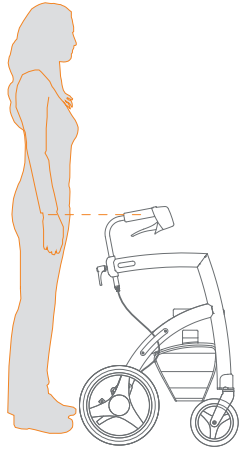

Figura 12: Determinar la altura correcta.
El ajuste correcto de la altura (**Figura 12**) es crucial para el uso óptimo del Rollz Motion. La altura puede ser ajustada entre las posiciones mínima y máxima.
- c.** Para determinar la altura correcta, párese entre las empuñaduras del Rollz Motion con los brazos suspendidos. Las asas deben estar a la altura de las muñecas **(Figura 12)**